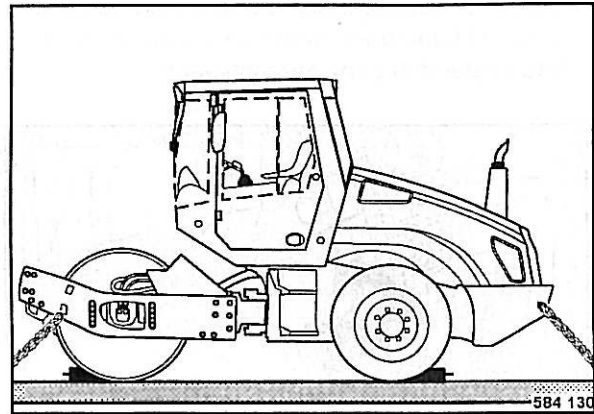

Fig. 66
- Atar la máquina sobre el vehículo de transporte (Fig. 66) fijando el atado en las cuatro armetas del bastidor delantero o trasero.